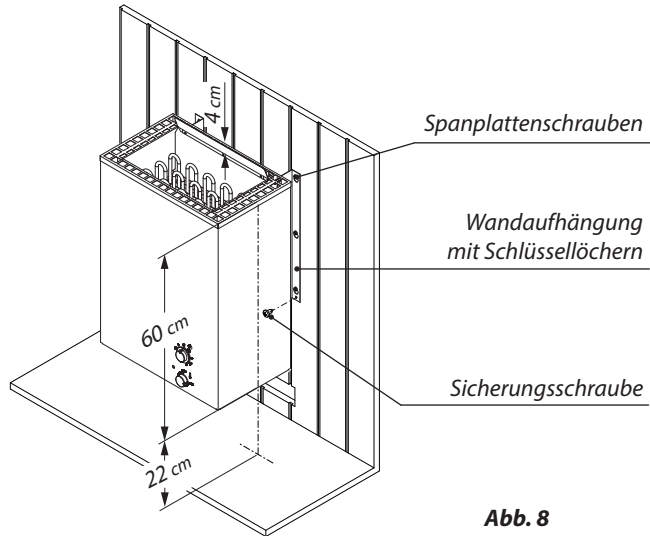

Abb. 8
- Jetzt können Sie das Saunaheizgerät mit den Schlüssellöchern in die bereits an der Kabinenwand befestigten Spanplattenschrauben einhängen und anschließend mit den beiden Sicherungsschrauben an den Wandaufhängungen sichern. (Abb. 8).